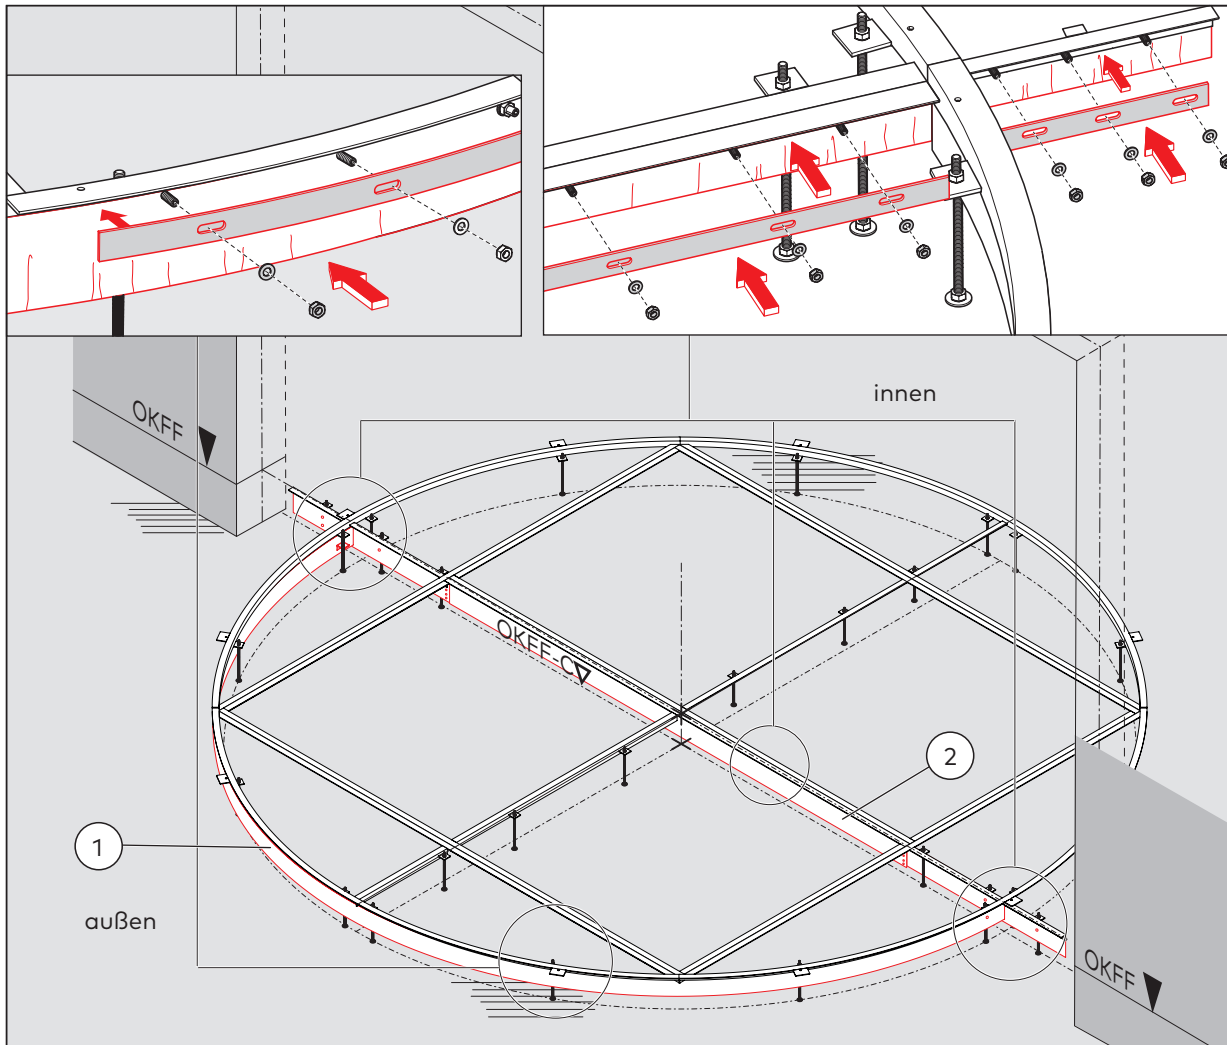

Abb. 14 Bodenring abdichten
1. Den Bodenring mit Klemmflansch je nach Ausführung mittig (Abb. 14/2) oder am äußeren Umfang abdichten (Abb. 14/1).